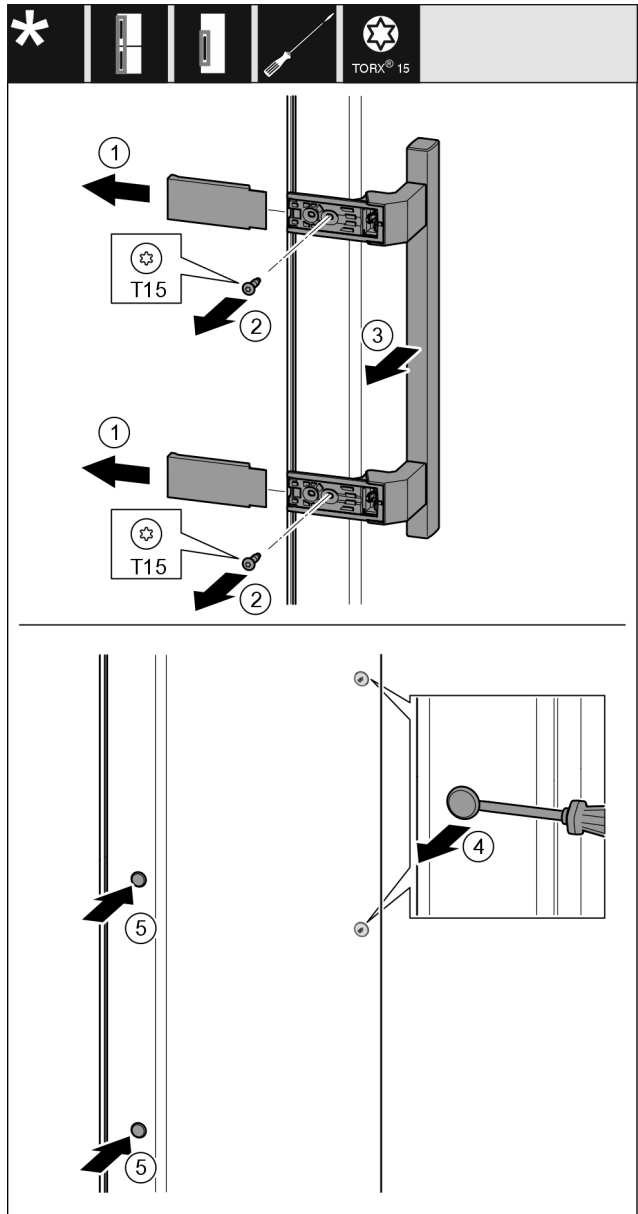

Fig. 24
- Retirer le cache Fig. 24 (1).
- Retirer les vis Fig. 24 (2) avec un tournevis.
- Retirer la poignée Fig. 24 (3).
- Soulever et retirer avec précaution le cache latéral Fig. 24 (4) avec un tournevis plat.
- Replacer le cache Fig. 24 (5) de l'autre côté.